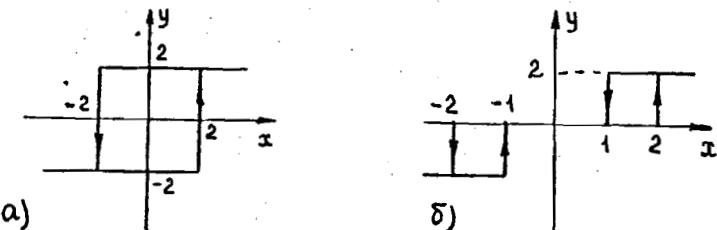

Рис.34
19.* Проанализируйте теоретически преобразование спектра неоднозначной нелинейностью типа двухпозиционного реле с гистерезисом (рис.34, а).
21. Экспериментально исследуйте зависимость амплитуды C_n и фазы Ψ_n первых пяти гармонических составляющих на выходе неоднозначных нелинейностей (рис.34) от амплитуды входной синусоиды. Результаты измерений оформите в виде графиков